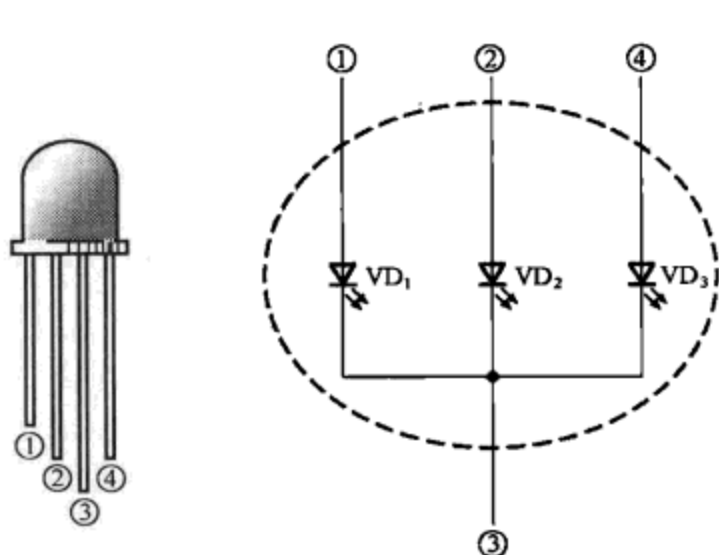

图 3-52
(1) 三色发光二极管是将 3 种不同颜色的管芯封装在一起，也分为共阴极和共阳极两种。
(2) 共阴极 4 引脚三色发光二极管内部结构如图 3-52 所示, 3 种发光颜色 (例如红、蓝、绿三色) 的管芯负极连接在一起。4 引脚中, ①脚为绿色发光二极管的正极, ②脚为蓝色发光二极管的正极, ③脚为公共负极, ④脚为红色发光二极管的正极。使用时, 公共负极③脚接地, 其余引脚按需要接入工作电压即可。